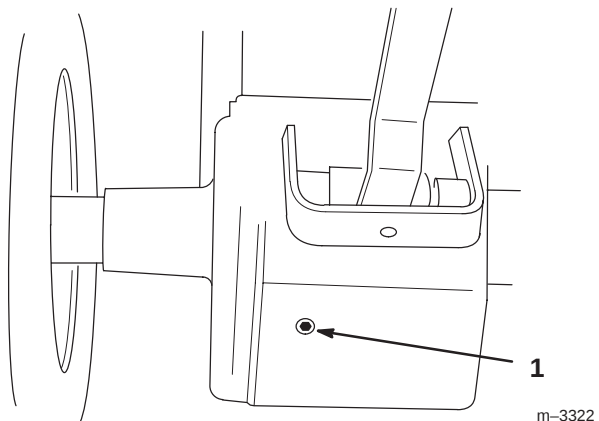

Bild 46
- Stellen Sie ein Auffanggefäß unter die Verschlusschraube in der Antriebsachse. Öffnen Sie den Verschluss durch Entfernen der Verschlusschraube (Bild 46).